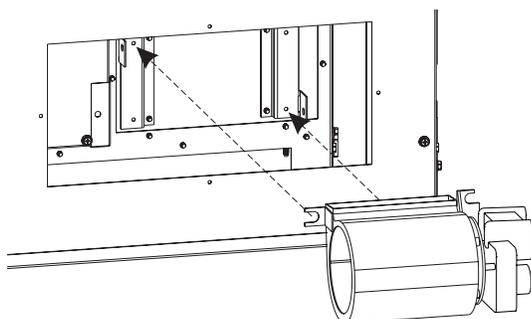

Figure 3
2. Placer la soufflante sur ses supports. Voir Figure 3.